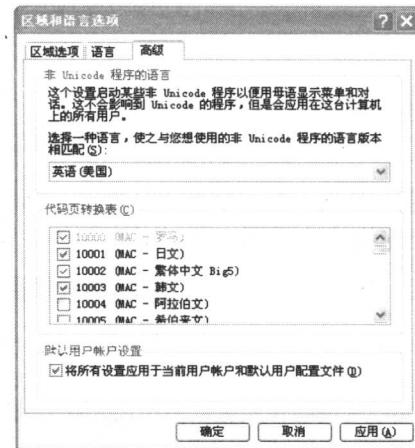

图 1-4 非 unicode 程序语言选项
■ 步骤 4：打开该对话框中的高级选项卡，在该选项卡的下拉列表中选择英语（美国），并选中最下面的复选框，如图 1-4 所示。